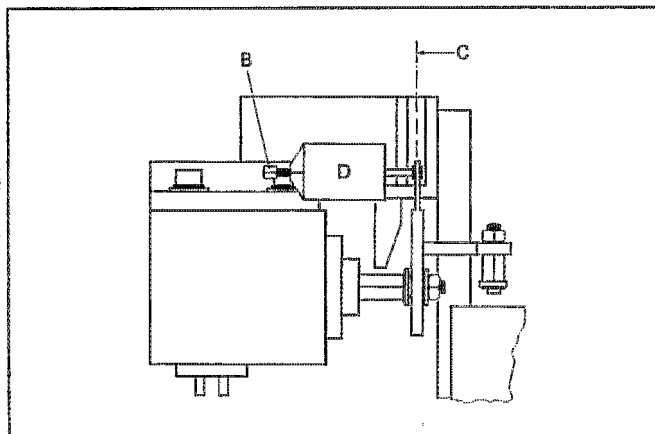

Fig. 3.6
- wechselweise Taste PLAY und STOP drücken und die Bewegung des Schwenkträgers beobachten. Durch Drehen der Sechskantmutter [B] am Kolbendämpfer* (Fig. 3.6) die Dämpfung so einstellen, dass sich der Schwenkträger kontinuierlich und nicht ruckartig in die PLAY- oder STOP-Position begibt
Dieser Vorgang muss innerhalb von 0,5 bis 0,8 s ausgeführt sein. Bei zeitweisem Blockieren des Schwenkträgers ist die Dämpfungspumpe [D] (Fig. 3.6) und die Achse [C] auf Leichtgängigkeit zu prüfen.